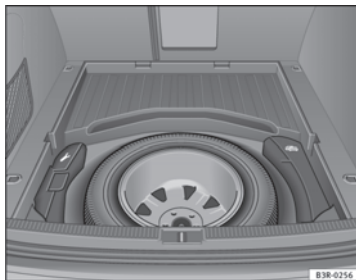

Fig. 194 Rueda de repuesto con llanta de acero
- Gire a mano la rueda moleteada ⇒ fig. 194 en el sentido contrario al de las agujas del reloj.